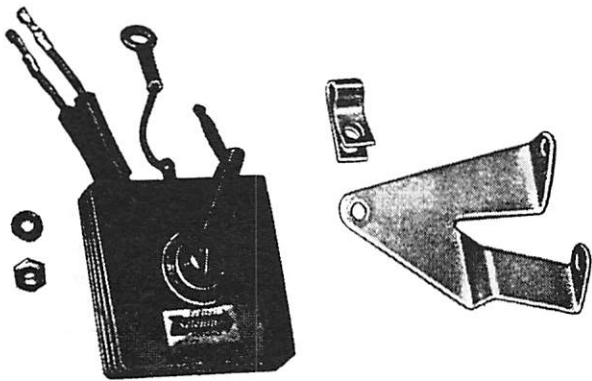

Figure 14. Rectifier
B. Rectifier, 4 Cylinder Motors Only (Figure 14)